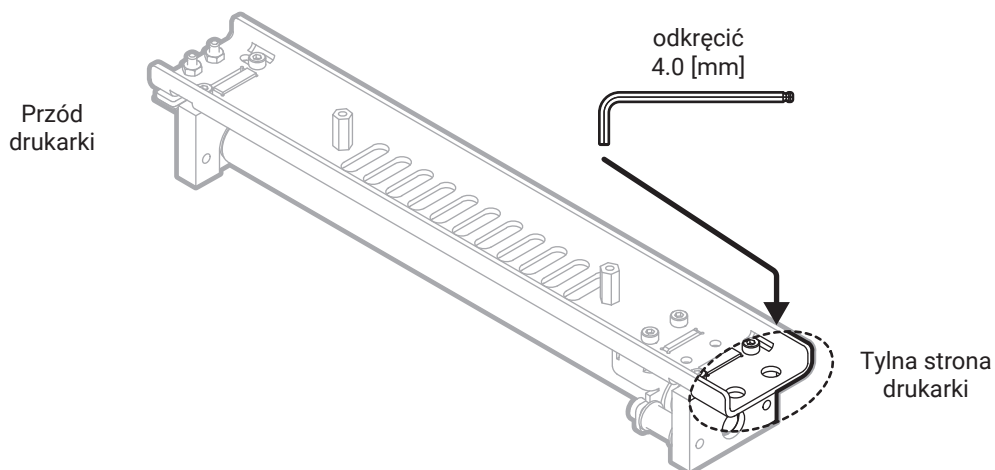

Rys. 3 Odkręć śruby z płytek linki Recoatera.
8. Za pomocą klucza imbusowego 2 mm odkręć śruby w płytkach montażowych linki Recoatera z obu stron komory druku (rys. 3).